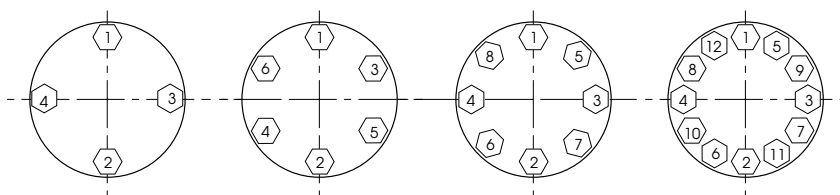

Figure 11 - Ordre et couple de serrage des écrous
Serrer les écrous (10) jusqu'au contact métal-métal confirmé par le couple de serrage. Se reporter à la Figure 11 pour la valeur du couple et l'ordre de serrage des écrous.
- G. Introduire la garniture (6) [ainsi que l'anneau de PE (7) sur une vanne avec circuit de détection de fuite optionnel]. Se reporter à la Section 7.6 pour la procédure de montage correcte de la garniture pour les conceptions standard et en option.
- H. Remplacer le grain (5) et la bride (4) de presse-étoupe.
- I. Installer les écrous de goujon de presse-étoupe (3).
Prendre toutes les précautions nécessaires pour s'assurer que la cage, le siège et le chapeau sont parfaitement alignés dans le corps. La cage doit être montée avec les pièces à l'extrémité inférieure proches du siège. Serrer les écrous (10) jusqu'au contact métal-métal confirmé par le couple de serrage. Se reporter à la Figure 11 pour la valeur du couple et l'ordre de serrage des écrous.